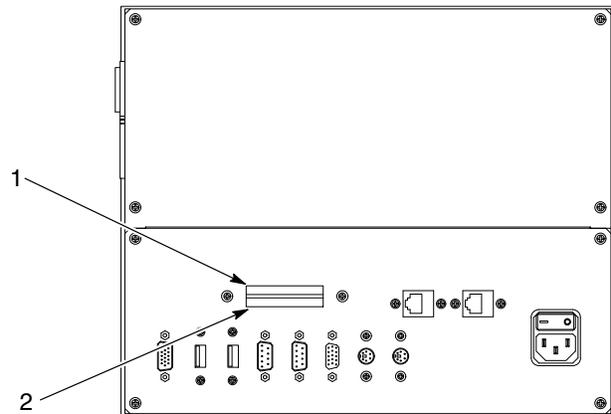

Abb. 3-10 Position der Benutzerdaten- und Programmkarten
Siehe Abb. 3-10. Die CompactFlash Kartenschächte befinden sich an der Rückseite des PC. Die obere Karte (1) ist die Datenkarte, die untere Karte (2) ist die Programmkarte.